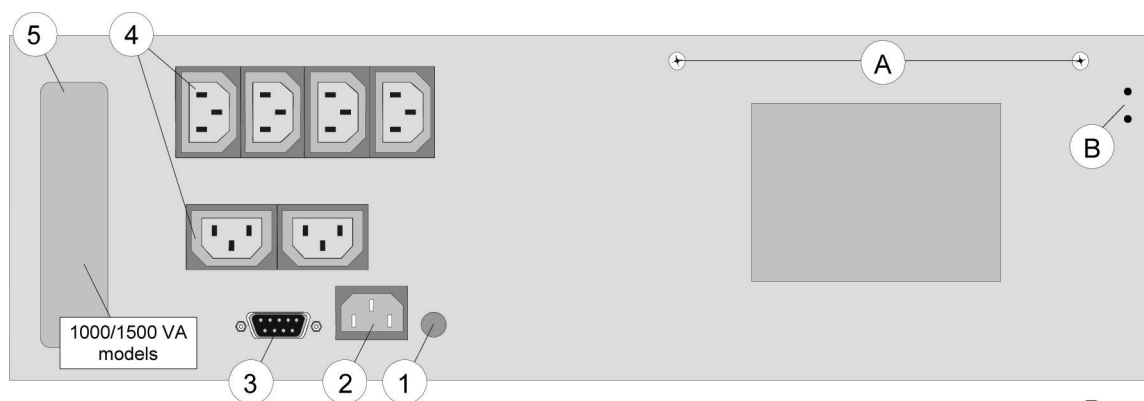
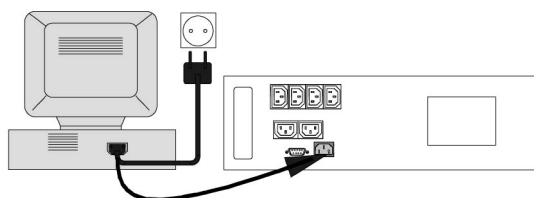
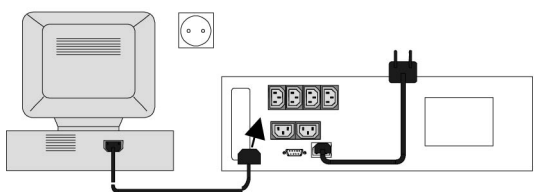

Рис. 1
Рис. 2
Рис. 3
- При транспортировке кассеты для батарей нужно снять, либо закрепить каждую из них двумя винтами к задней стенке ИБП (А, рис.1).
1. Выкрутите два винта (A, рис.1) и поместите их в свободные отверстия (B, рис.1). Вмонтируйте ИБП в 19" шкаф. ИБП должен быть установлен на специальные направляющие (в комплекте с ИБП не поставляются), не устанавливайте ИБП, используя только передние кронштейны.
4. Отсоедините сетевой шнур питания (250В переменного тока, 10А) и подключите его к входу (2, рис.1) ИБП. См. рис.2.
5. Используя выходные кабели, поставляемые вместе с ИБП, подсоедините компьютеры к выходам ИБП (4, рис.1). Распределяйте нагрузки как можно более равномерно по выходным розеткам ИБП. При использовании сетевых разветвителей учитывайте максимальный ток каждой выходной розетки ИБП, который составляет 10А. См. рис.3.
8. Для расширения коммуникационных возможностей можно подключить к компьютеру порт последовательного интерфейса RS232 (3, рис.1), или можно использовать опциональные интерфейсные карты (5, рис.1, только модели 1000/1500 VA). См. часть 4.